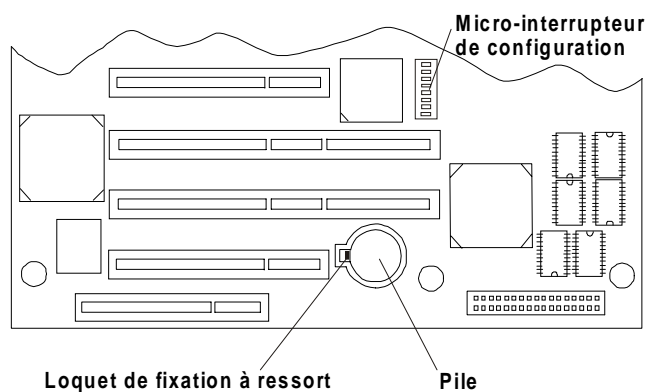

Figure 10-2. Pile de la carte système
5. Introduisez un petit tournevis plat ou un outil semblable entre la pile et le loquet de fixation à ressort. Reportez-vous à la figure 10-2.